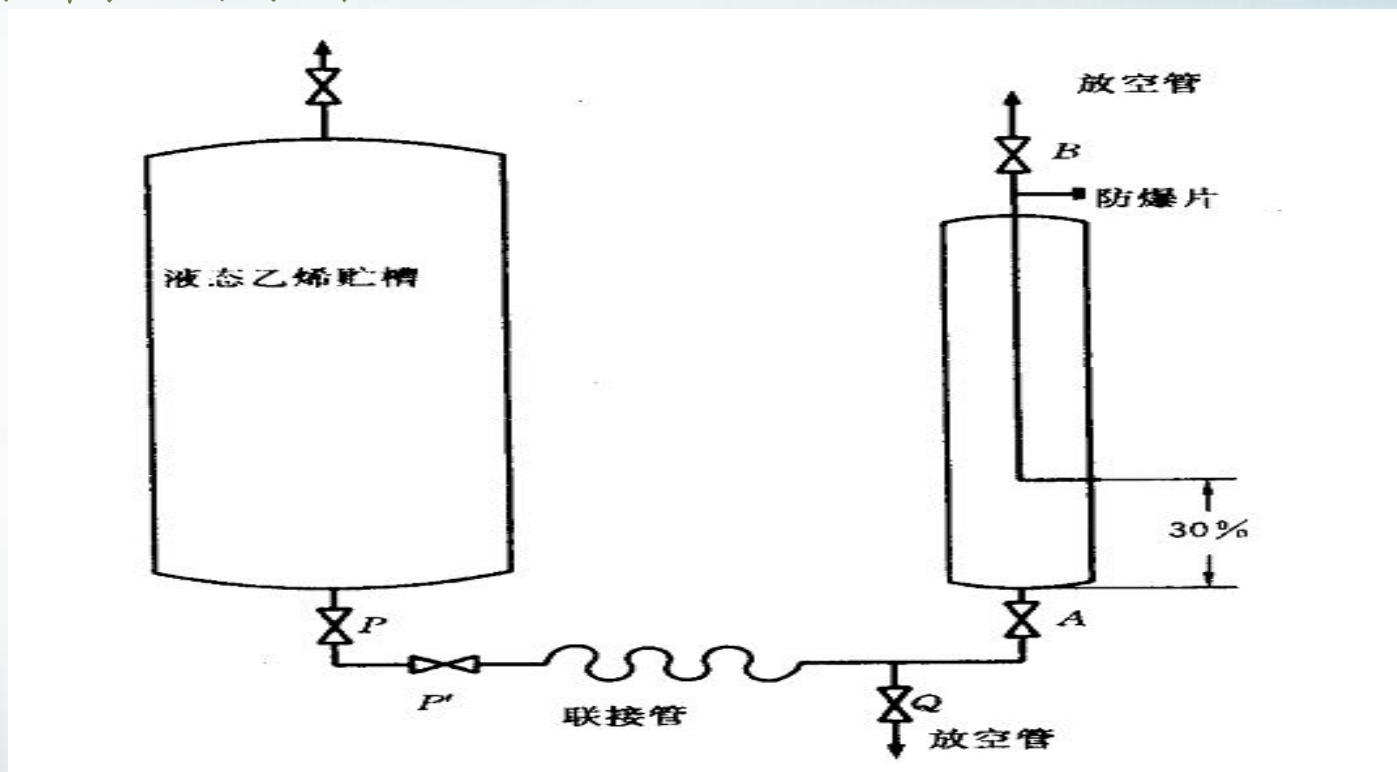

图1液化气采样装置
- ❖ 选用双阀带调整管型采样钢瓶（见图1）。容积为**0.1~2L**，工作压力**19.6 MPa(200 kg/cm²)**。为保证采样量不超过容积的**30%**，调整管末端的位置应确保采样器内有**70%**的预留空间。采样器出口端应设置防爆片。采样器每两年进行一次技术检验，水压试验压力为**29.4 MPa(300 kg/cm²)**。
- ❖ 将采样器（采样器内如有残留样品应全都放清）用氮气冲洗并干燥。采样器尽可能专样专用。按图1所示，用采样管线将采样器与样品源连接。
液态采样装置示于图1。